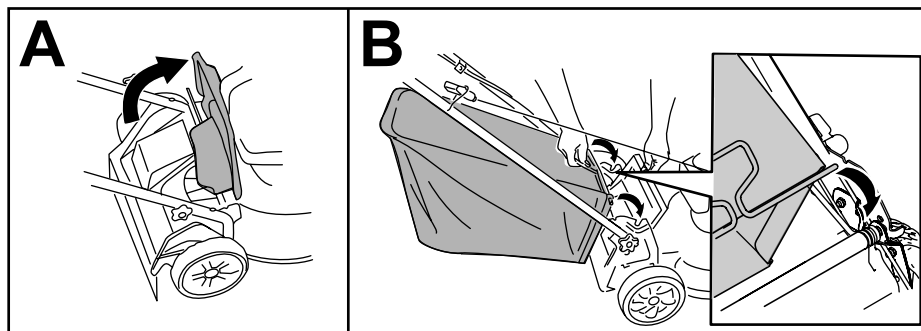

Bild 14
1. Heben Sie das hintere Ablenkblech an (A in Bild 14).
2. Setzen Sie die Stangenenden des Fangkorbs in die Kerben an den Holmhalterungen (B in Bild 14).